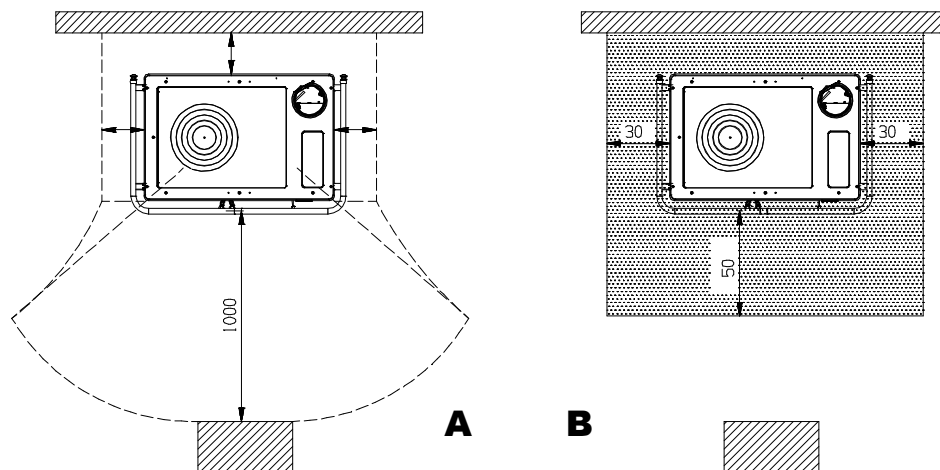

Fig. 2
- pour assurer une isolation thermique suffisante, respecter la distance minimale de sécurité entre le poêle et les éléments de construction et objets inflammables et sensibles à la chaleur (meubles, revêtements en bois, tissus, etc.) (Fig. 2 Pos. A). **Toutes les distances minimales de sécurité sont indiquées dans l'étiquette du produit et on ne doit PAS descendre au-dessous des valeurs indiquées.**
- si le produit est installé sur un sol de matériau inflammable, prévoir une base ignifuge. **Les sols composés par matériaux inflammables**, comme moquette, parquet ou liège etc., **doivent être remplacés** par une couche de matériel pas inflammable, par exemple céramique, pierre, vitre ou acier etc.. (dimensions selon les dispositions régionales). Le fond de sol doit dépasser d'au moins **20 cm.** à l'arrière, de **30 cm.** sur les côtés, et de **50 cm.** de face, au-delà de l'ouverture de la porte de chargement (Fig. 2 Pos B)